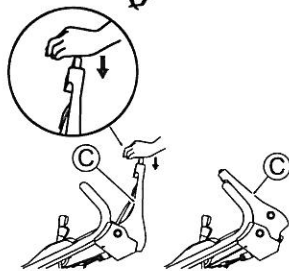

Fig. 2.
3 Poussez le Levier de la lame (C) vers l'avant tout en appuyant sur son bouton jaune. (Voir Fig. 2.) La lame commence alors à tourner.